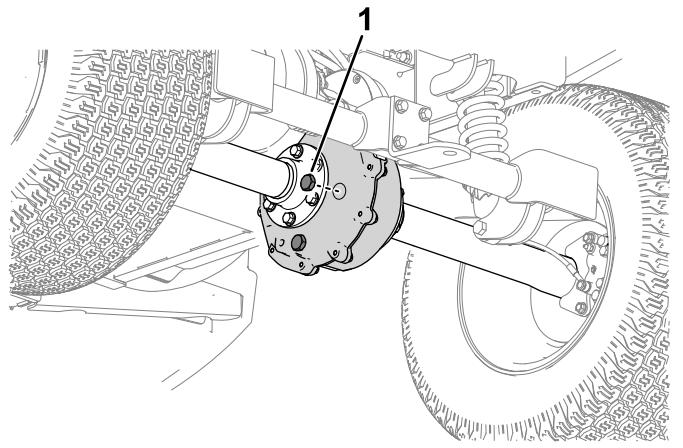

Figura 46
2. Si el nivel de fluido es bajo, retire el tapón de llenado y añada el fluido especificado indicado en [Cómo cambiar el fluido del transeje \(página 40\)] hasta que salga del orificio (Figura 46).
1. Retire el tapón de llenado del transeje (Figura 46).